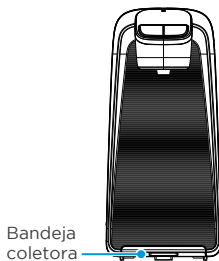

Fig. 1
1. A bandeja coletora é acoplada a base do produto (Fig. 1).